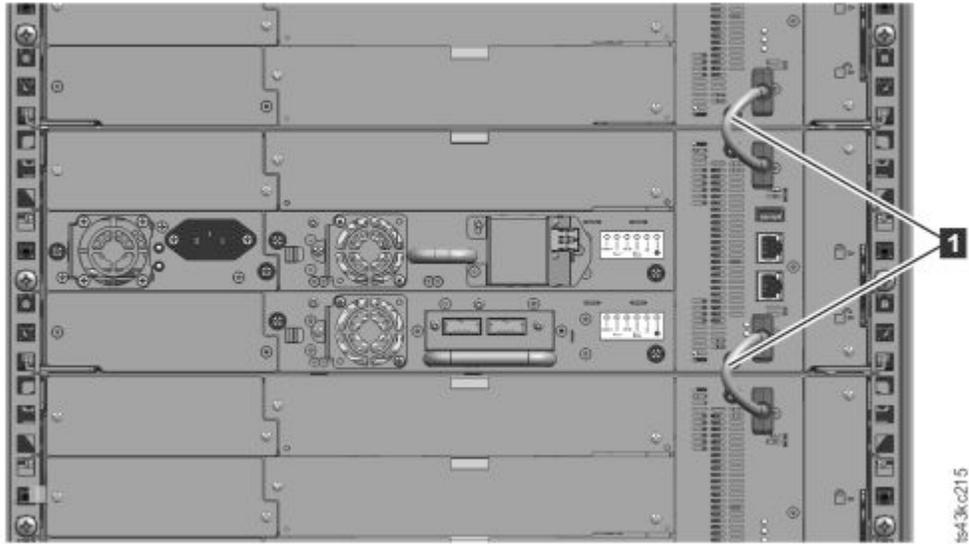

图 47. 已连接的模块
5. 在磁带库背面，使用扩展互连电缆 (**1**) 将每对模块连接到其相邻模块，如第 52 页的图 47 中所示。